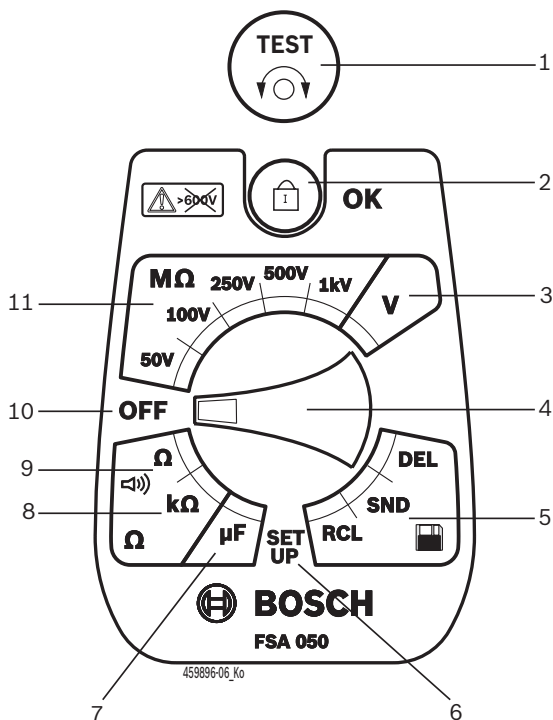

Fig. 2: Pendulregulering/taster
- Sæt pendulreguleringen på <SETUP> (fig. 2, pos. 6).
- Tryk på <TEST> (fig. 2, pos. 1) i ca. to sekunder.
- Tryk på <OK> for at gemme den ønskede værdi (fig. 2, pos. 2).